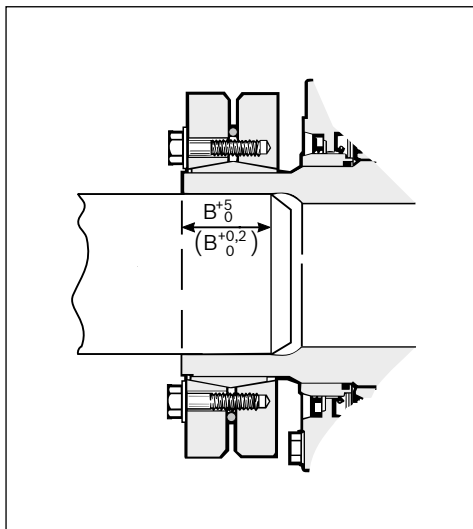

Рис. 3.11. Монтаж мотора на вал без канавки для снятия напряжений
Для обеспечения требуемой установочной длины соединения следует, например, измерить и нанести пометки на приводной вал. Это особенно важно в том случае, когда ввиду значительной нагрузки на ведомом валу предусмотрены канавки для снятия напряжения. См. рис. 3.11 и 3.11а, а также табл. 3.8.
- Надеть гидромотор на приводной вал на определенную глубину путем вращения гайки на оправке. Величина глубины соединения дана в табл. 3.8 (см. рис. 3.11).
Рис. 3.11а. Монтаж мотора на вал с канавкой для снятия напряжений
Прежде всего необходимо выровнять положение гидромотора относительно приводного вала, используя для этого кран-балку или автопогрузчик. Затем аккуратно надеть мотор на приводной вал таким образом, чтобы обеспечить нужную глубину соединения (см. рис. 3.11), величина требуемой глубины дана табл. 3.11.